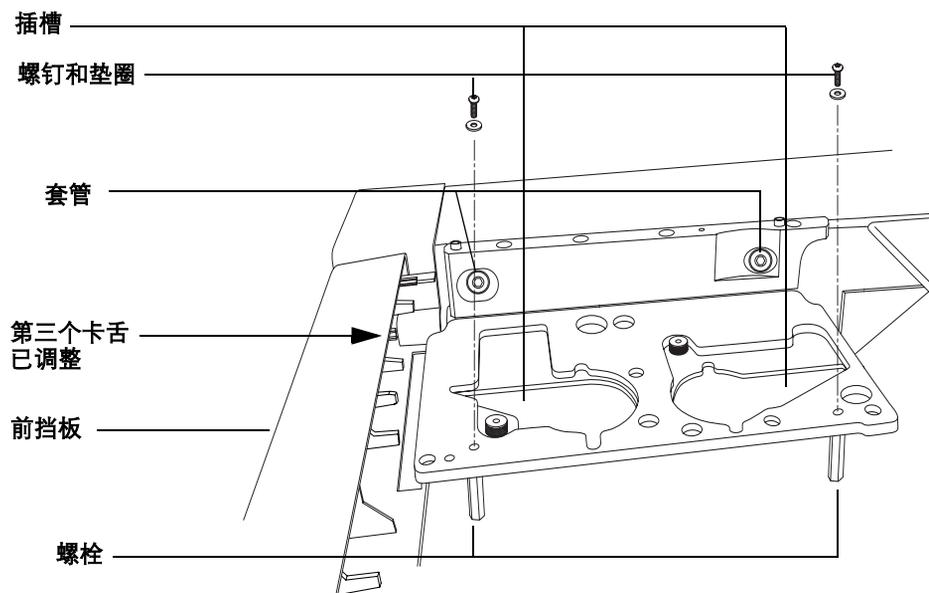

图 5 安装进样器支架
1 找到柱箱门上方前挡板后面的塑料卡舌。调整左数第三个卡舌，使其与挡板后边缘齐平（图 5）。
- 3 如果没有螺栓，请将两个螺栓装在 GC 顶端。（图 5）
- 4 如果有分流 / 不分流进样口，则装上进样口螺帽，并将细管向下弯，靠近柱箱顶部。检查新的进样器支架。进样口管必须在新支架下方，并且靠近装配支架上切入的插槽（请参阅图 5）。
- 5 安装进样器支架，方法是插入支架，使其穿过侧边套管，正好放在螺栓上方（请参阅图 5）。
- 6 装上两对螺钉和垫圈，使其穿过支架装入螺帽中，稍微固定住支架即可（请参阅图 5）。请勿将螺钉拧紧。